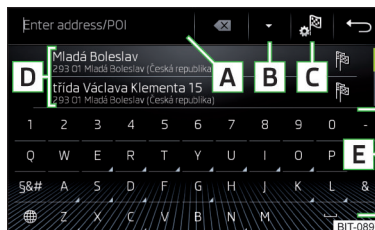
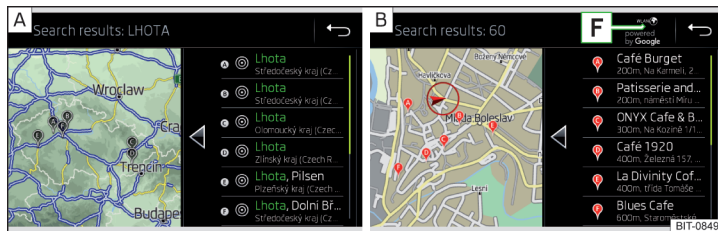

Fig. 170
Fig. 171 **Lista de los destinos solicitados: en los datos de navegación / online**
Superficies funcionales » fig. 170 y » fig. 171
En el área **D** » fig. 170 se muestra una lista de los destinos solicitados.
- **o:** pulsar la superficie funcional **B** » fig. 170.
-  Los destinos solicitados en los datos de navegación » fig. 171 - **A**.
-  Los destinos solicitados online » fig. 171 - **B**.